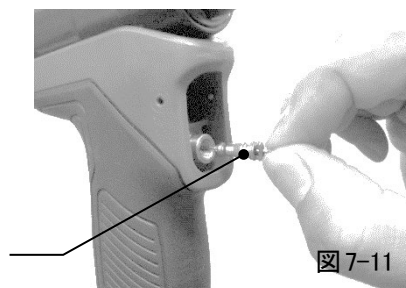

図 7-11
- 4) シュレイダーバルブを交換し、トリガーバルブエキストラクターにて時計方向に廻し、締め込んでください。(図 7-11)